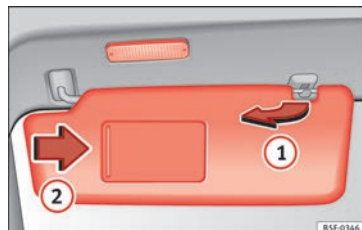

Fig. 63 Parasol.
- El parasol puede extraerse de la fijación y girarse hacia la puerta » fig. 63 ①.
En el parasol plegado hay un espejo de cortesía, cubierto por una tapa. Al correr la tapa » fig. 63 ② se enciende una luz.